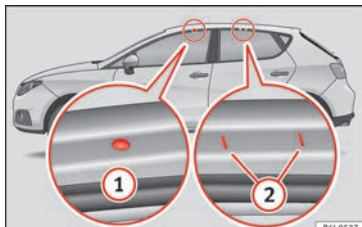

Fig. 141 Points de fixation des barres longitudinales pour la galerie porte-bagages du toit.
Les points de fixation avant et arrière ① et ② sont visibles uniquement lorsque les portes sont ouvertes » fig. 141.